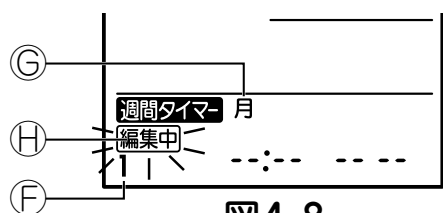

図4-8
● **編集** 中 ⑨が点滅表示します。(図4-8)
● **1~4** ボタン⑳を押す毎にパターン番号⑥が 1 → 2 → 3 → 4 と表示されます。(図4-8)
● **曜日** ボタン⑱を押す毎に曜日⑦が 月 → 火 → 水 → 木 → 金 → 土 → 日 → 全曜日 と表示されます。(図4-8)